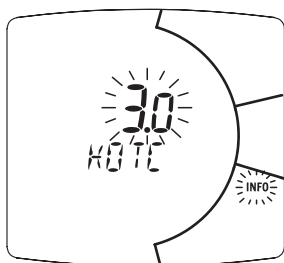

Figura 5.50
- Premere per più di 10 secondi il pulsante  per entrare in modalità " Parametri Impianto" (Figura 5.50).
L'andamento della temperatura al variare dell'impostazione fatta con i tasti 19 e 20 per un **K 1,5** è illustrato nella Figura 5.50.